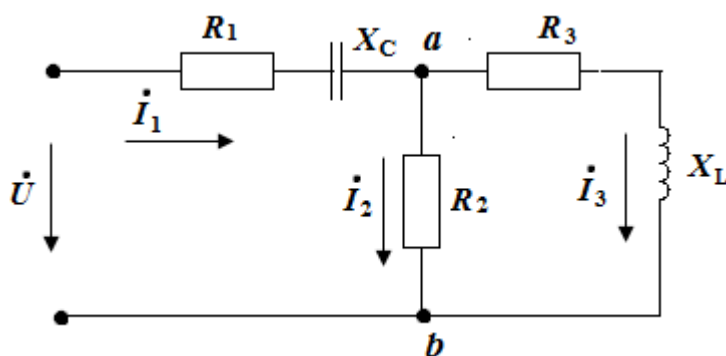

Рис.4. Схема с элементами
4.2. Рассмотрим схему рис. 4, и запишем уравнения по законам Кирхгофа.